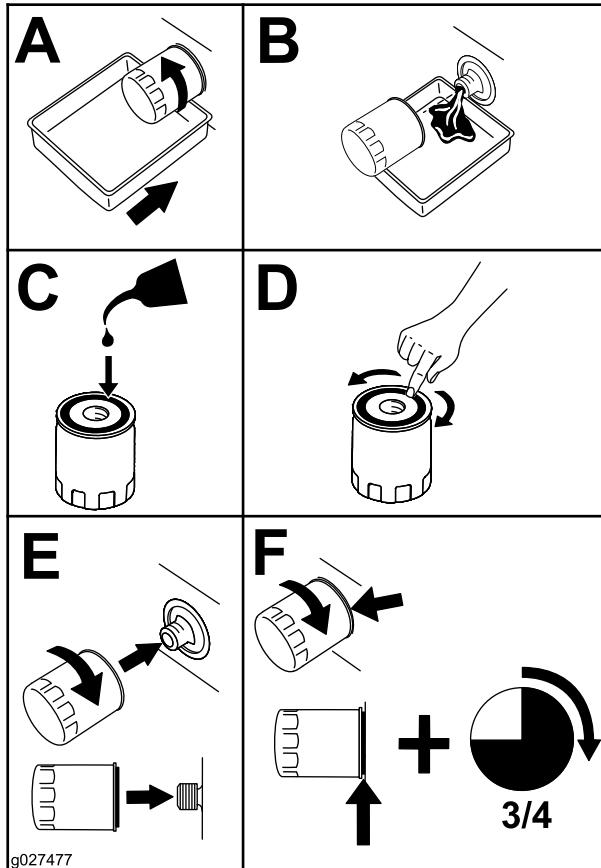

Figura 58
- Substitua o filtro do óleo do motor (Figura 58).